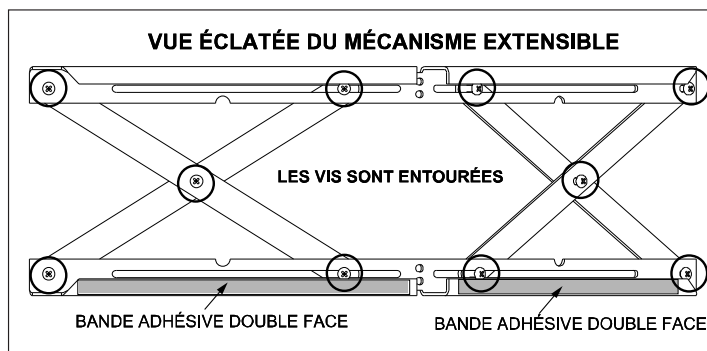

Figure 24.1
1. Les 10 vis de chaque mécanisme extensible sont fournies des-serrées. **Figure 24.1.**